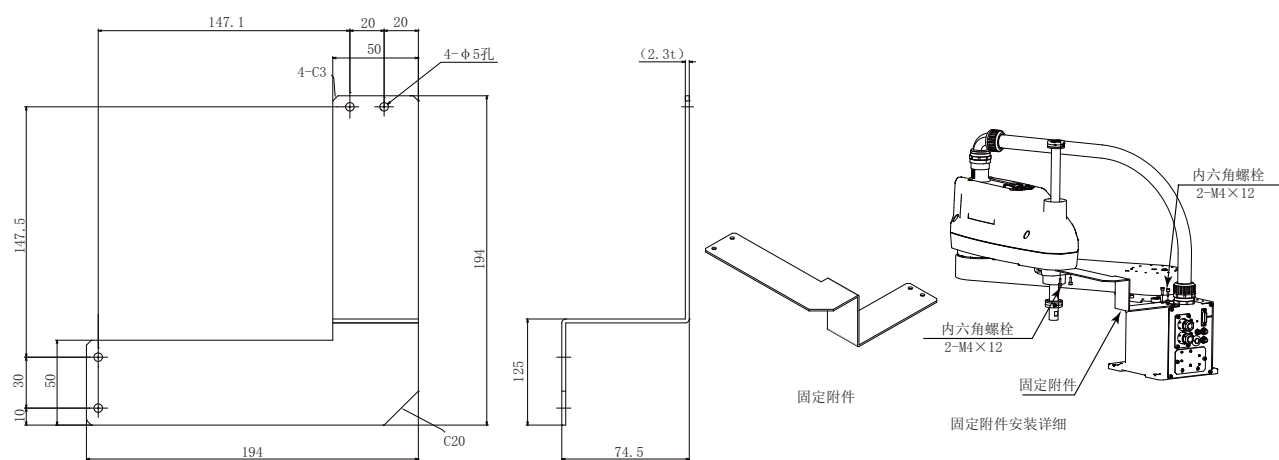

图 2-3：固定附件的参考图
(2) 2 次运输时的搬运要领
未采取与第 10 页的“(1) 开箱时的搬运要领”中记载的 2 次运输时的搬运方法相同的方法时，应使用螺栓孔等实施固定处理，避免机器人本体的各关节移动。此外，进行固定时请勿对机器人本体施加过大的负载。未固定机器人本体的各关节而直接运输，从而对关节施加过大的外力时，可能导致故障。需要对机器人本体的各关节进行固定的固定附件时，请向附近的三菱电机株式会社咨询。固定附件的参考图如图 2-3 所示。